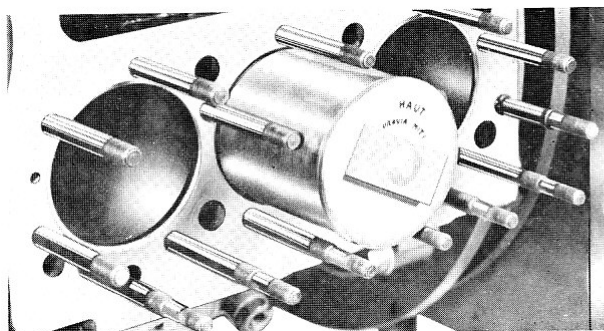

Fig. 44
- 4° Mettre en place, à la partie supérieure de la chemise, le tampon MITI-HAUT. Mettre en place, à la partie inférieure de la chemise, le tampon MITI-BAS. Introduire dans le tampon MITI-HAUT la tige filetée, et placer les deux ergots du T dans les trous borgnes du MITI-HAUT (fig. 44) (1). Placer l'écrou mince sur la tige filetée et serrer très légèrement sur le MITI-BAS de façon à maintenir l'ensemble serré.